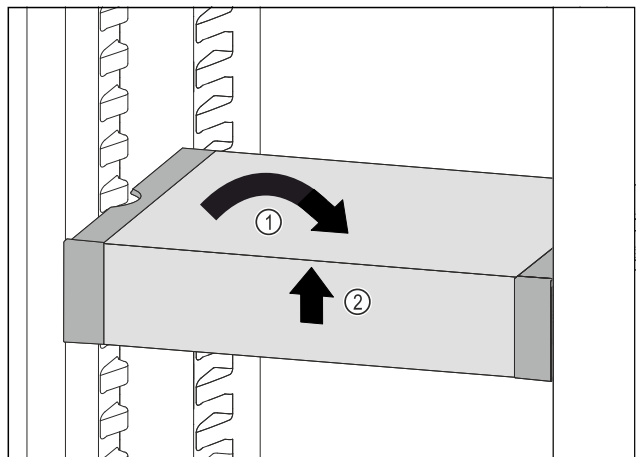

Fig. 64
- VarioSafe gerade stellen. *Fig. 64 (1)*
- VarioSafe vorne anheben. *Fig. 64 (2)*